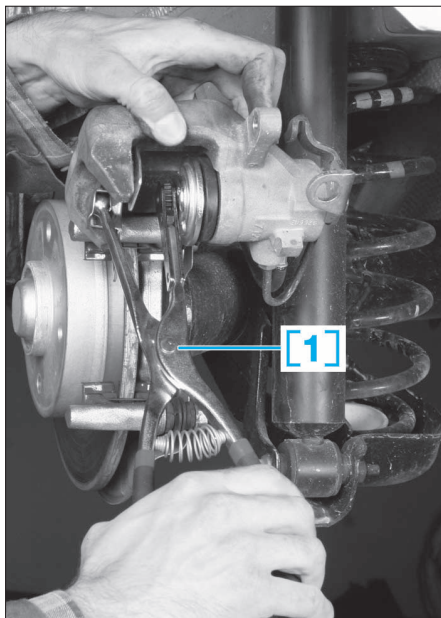

FIG. 11
OUTILLAGE SPÉCIFIQUE (FIG.11)
- repousser le piston de frein arrière, en le faisant tourner dans le sens des aiguilles d'une montre à l'aide de l'outil [1] (Fig.11).